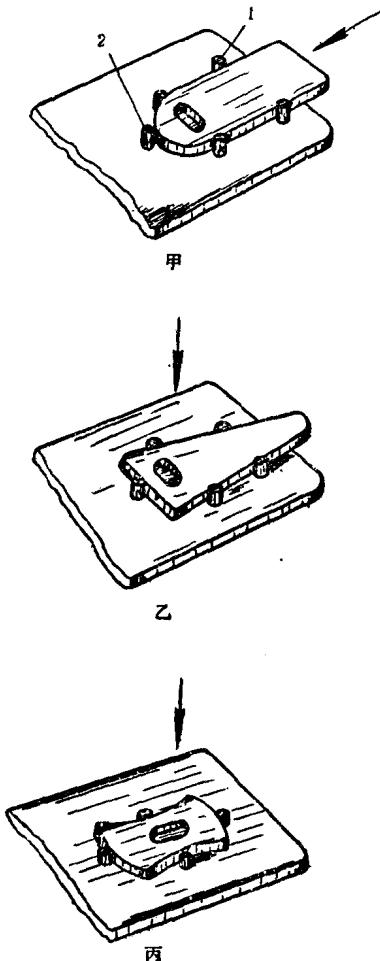

图17 用制件外缘定位的冲孔模
1) 推入式定位(图17甲)，在这种冲模中，制件是从导正销1中推入，而由挡料销2定位，所以又叫敞开式定位。
2) 半插入式定位(图17乙)，在这种冲模中，制件是从上面插入，并使要冲孔的那一段固定在定位销中，所以又叫半敞开式定位。
3) 插入式定位(图17丙)，在这种冲模中，制件也是从上面插入，但全部都被固定在定位销中，所以又叫封闭式定位。